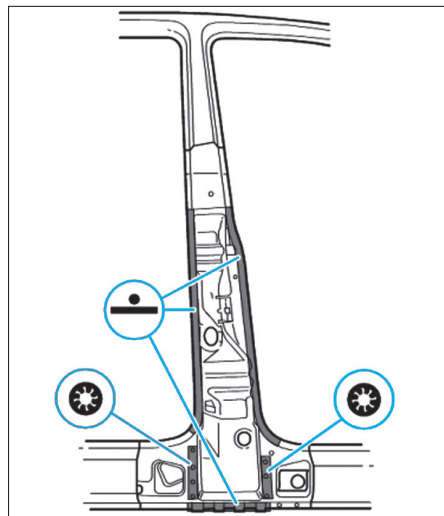

FIG. 33
- Ajuster le renfort et le souder à la pointeuse électrique (Fig.33).